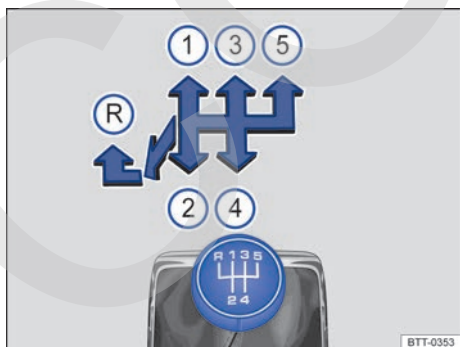

Fig. 112 Esquema de cambios de la transmisión manual de 5 marchas.
Las posiciones de cada marcha están representadas en la palanca de la transmisión \Rightarrow fig. 112.
- Empujar la palanca de la transmisión totalmente hacia la izquierda y después hacia adelante hasta la posición de la marcha atrás ⇒ fig. 112 Ⓜ.